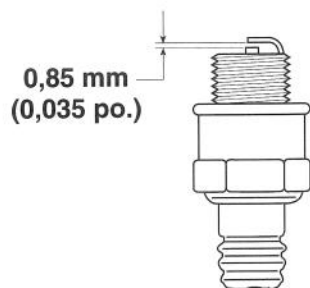

Figure 21
2. Régler l'écartement des électrodes à 0,85 mm (0,035 po.) (Fig. 21)